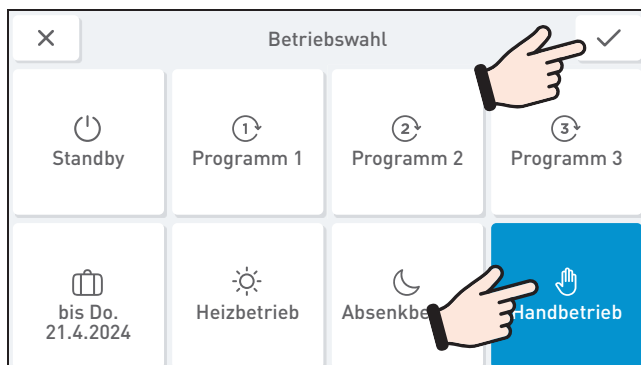

Fig. 19 Handbetrieb auswählen und bestätigen
- ▶ Handbetrieb auswählen und bestätigen ✓ – Fig.19.